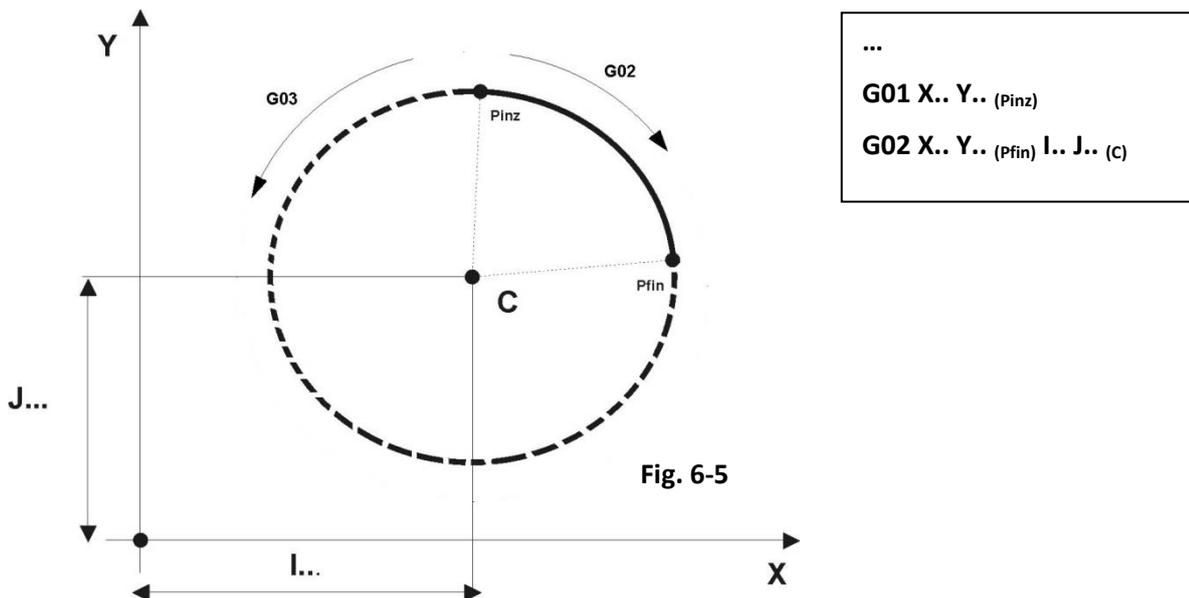

Fig. 6-5
- Se al posto di **G02** si fosse programmato **G03** si sarebbe ottenuto l'arco complementare a 360° raffigurato in tratteggio in **Fig. 6-5**.